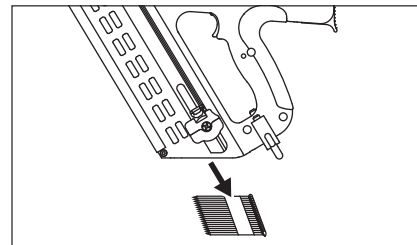

Figure 27
2. Tirer le poussoir à attaches jusqu'au fond du chargeur et retirer toutes les attaches restantes du chargeur (voir la figure 27).